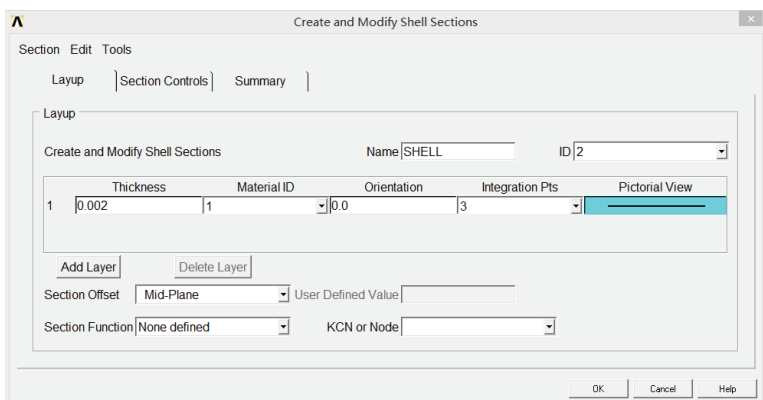

图 4-105 壳单元信息输入对话框
5) 选择 Main Menu | Preprocessor | Sections | Shell | Lay-up | Add/Edit 命令, 出现 Create and Modify Shell Sections 对话框。在 Name 输入栏中输入 SHELL, 在 ID 输入栏中输入 2, 在 Thickness 输入栏中输入 0.002, 其余选项采用默认设置, 如图 4-105 所示。单击 OK 按钮关闭该对话框。